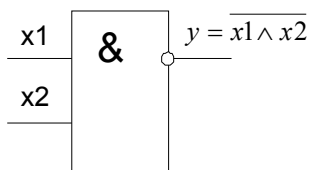

Рис. 161
5. Элемент Шеффера. Этот элемент, реализующий функцию отрицания конъюнкции, называется И-НЕ (смотрите рис. 161, 162). $y = \overline{x_1 \wedge x_2}$.